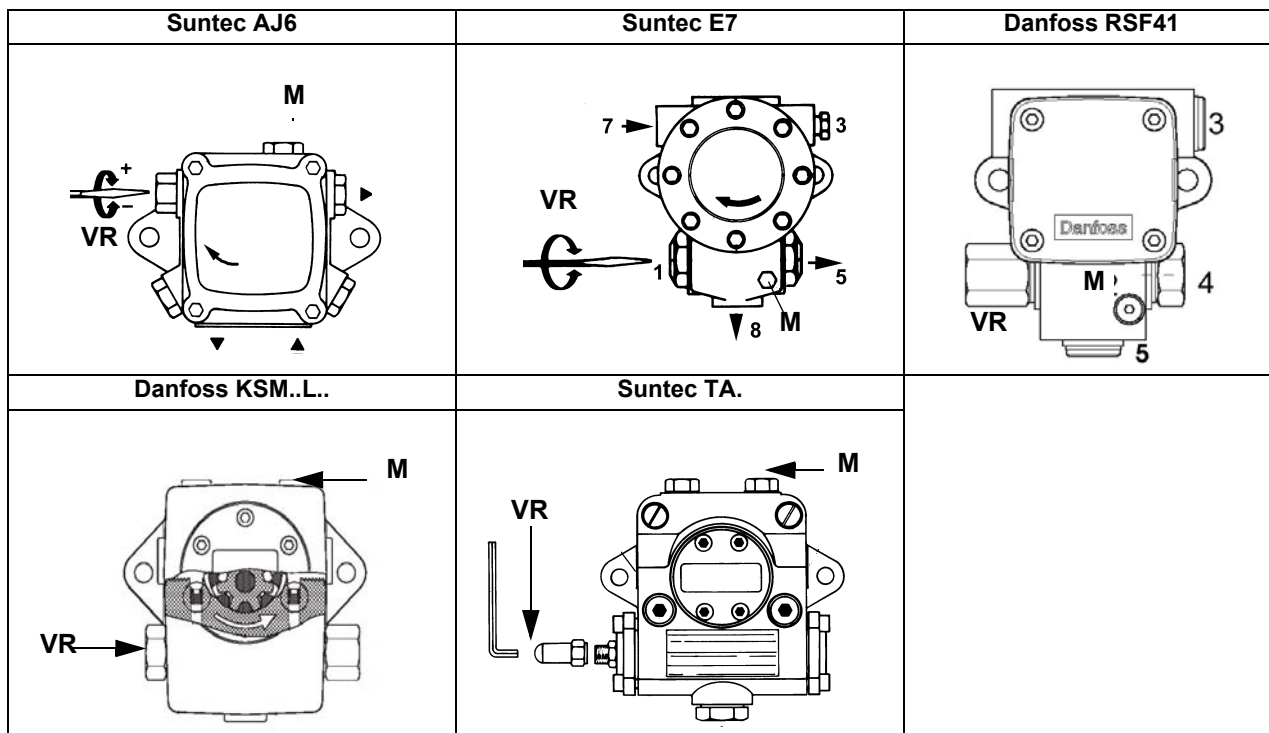

Рис. 38
- 3 выпустить воздух со штуцера (**M**) манометра насоса (Рис. 38), расслабив слегка заглушку, но не снимая ее; затем отпустить контактор;